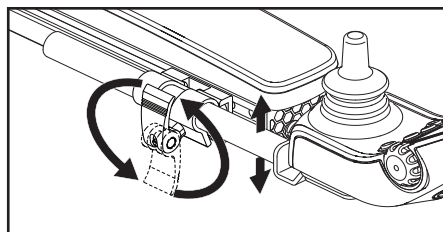

Figura 19. Ajuste del mando en altura (reposabrazos abatibles)
3. Abra y luego gire la pestaña de extracción para aflojar el cepo. **Ver figura 19 o 20.**